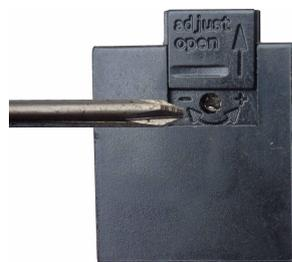

图 11 流量设定值调节示意图
在通常情况下，流量保护值在工厂已经标定好不需再做调整，如果现场不得不调整，可以按图 11 将调节螺丝盖板用力向上移动，露出“+”字螺丝帽，然后按图 7 打开盖板，拧松接线盒上部的“+”字螺丝，然后用小号的“+”字改锥拧图 11 露出的螺丝帽即可调节流量设定值，顺时针调节减少流量设定值，
- 1、调试时如果遇到水流开关不闭合时在确认水流量正常时可打开接线盒盖（见图 11）通过调整微动开关的位置即可调整流量。判断调节位置正确与否，可以用手沿水流方向推动挡片，要使微动开关闭合位置才合适。